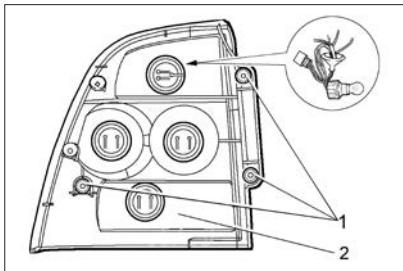

Рис. 88. Задний фонарь
- отверните три гайки-барашка 1 (рис. 88) и выдвинуть с посадочного места задний фонарь;
В вариантом исполнении в нижней секции 2 (рис. 88) заднего фонаря установлен светодиодный модуль, не требующий замены.